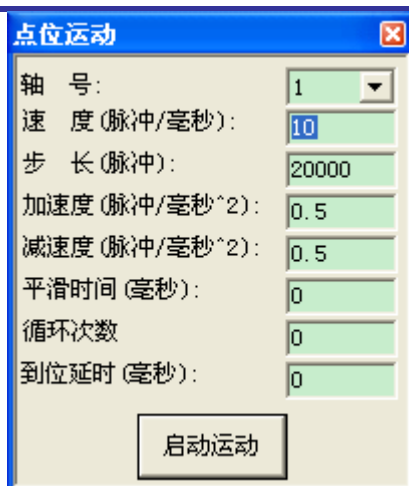

图 4-12 点位运动模块界面
- (1) 请确认控制器与驱动器之间已正确可靠地连接。
- (2) 请点击主界面菜单“视图”->“点位运动”,将会弹出点位运动模块对话框。如图 4-12 所示。
- (3) 选择控制轴号。然后输入运动参数，包括速度、步长、加速度、减速度及平滑时间。速度大于零、步长可正可负（正负决定运动方向）、加速度、减速度必须大于零、平滑时间[0, 50]。
- (4) “循环次数”为往返的次数，默认参数为 0。以图 4-12 中的参数为例，循环次数为 0 代表，第一轴按照设定的参数向前运动 20000 个脉冲，若循环次数设为 1，则第一轴先正向 20000，然后再负向运动 20000 个脉冲，以此类推。循环次数要大于等于零。
- (5) 点击“启动运动”，此时电机开始运动。